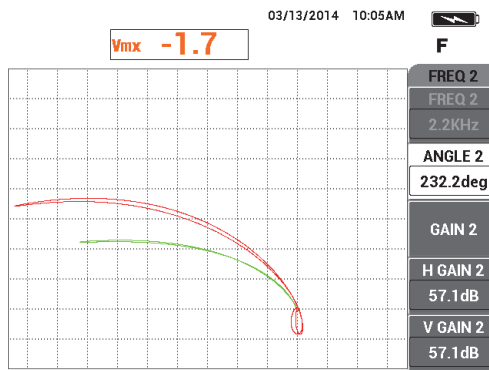

Abbildung 5-121 Prüfergebnis des Nietlochs
12. Prüfen Sie das nächste Nietloch durch das Führen der Sonde über das Nietloch und drücken Sie dann die Direktzugriffstaste FREEZE (❄️). Die resultierende Signale sollten dem Beispiel in Abbildung 5-121 auf Seite 229 ähneln.